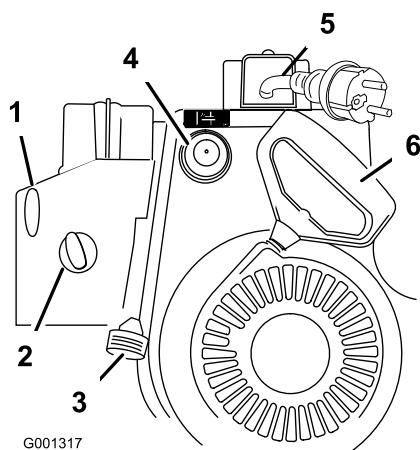

Figure 20
- Démarrez la déneigeuse à l'aide du lanceur ou du démarreur électrique (Figure 20).